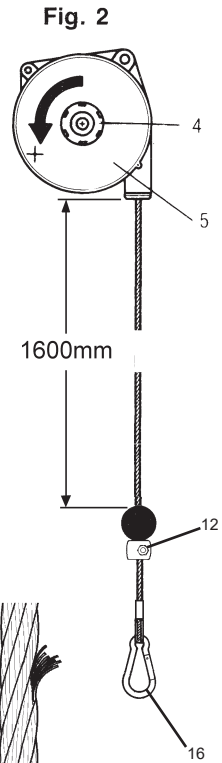
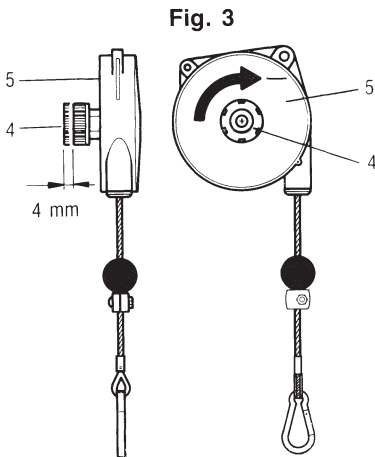

Fig. 2
Fig. 3
Для увеличения грузоподъемности в пределах допустимой, необходимо вращать втулку (4) (Рис.2) против часовой стрелки в сторону, обозначенную символом «+». Регулировка не плавная, а ступенчатая с щелчками. После каждого щелчка втулка (4) должна вернуться в положение контакта с пластиной (5) (Рис.2). Для уменьшения грузоподъемности при работе с более легкими грузами необходимо вынуть втулку (4), и крепко удерживая её, повернуть её по часовой стрелке как изображено на (Рис.3). После каждого щелчка втулка должна вернуться в положение контакта с пластиной (5) (Рис.3).
Подвешивание груза на балансир должно осуществляться на крюк с карабиновой застежкой (16) (рис. 2). После подвешивания груза убедитесь в том, что карабин закрыт надлежащим образом.
При необходимости переместите и заблокируйте зажим (12) (Рис. 2), чтобы ограничить ход троса вверх.
Не снимайте груз с крюка, если зажим (12) (Рис. 2) не упирается в обжимный наконечник троса (ПОЛОЖЕНИЕ ПОКАЗАНО НА РИС. 2).